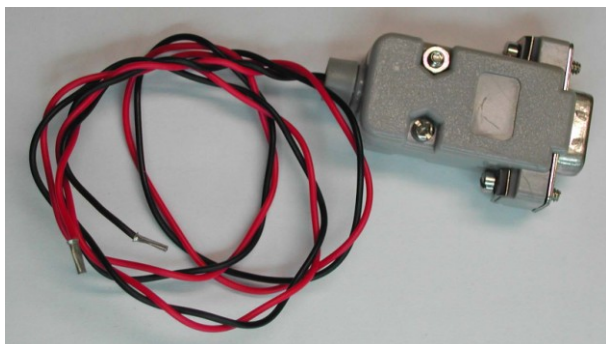

Abb. 12: Verbindungskabel
- Für das Verbindungskabel zwischen Morssummer und Rechner reicht eine verdrehte Zweidrahtleitung mit unterschiedlichen Aderfarben. Summerseitig empfehlen sich Aderendhülsen, auf der Rechnerseite ist eine neunpolige Sub-D-Buchse anzuschließen. Der Minuspol des Summers (Klemme 3) kommt an den Buchsenkontakt #5 (Ground), der geschaltete Pluspol (Klemme 1) an den Kontakt #6 (DSR). Abb. 12 zeigt ein rasch angefertigtes Kabel. Viele moderne Rechner haben keine serielle Schnittstelle mehr. In diesem Fall hilft ein Seriell-USB-Wandler, dessen Treiber einen virtuellen COM-Port erzeugt.